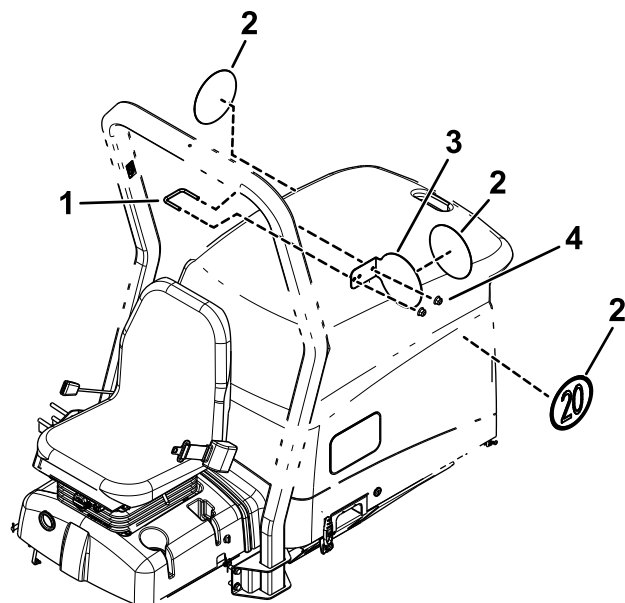

Figura 23
1. Applicare un segnale su entrambi i lati della macchina (Figura 23).
2. Utilizzate un bullone a U e 2 dadi flangiati ($\frac{3}{8}$ " per fissare la piastra di velocità sul lato sinistro del roll bar (Figura 23).
3. Applicare un segnale sulla piastra di velocità (Figura 23).